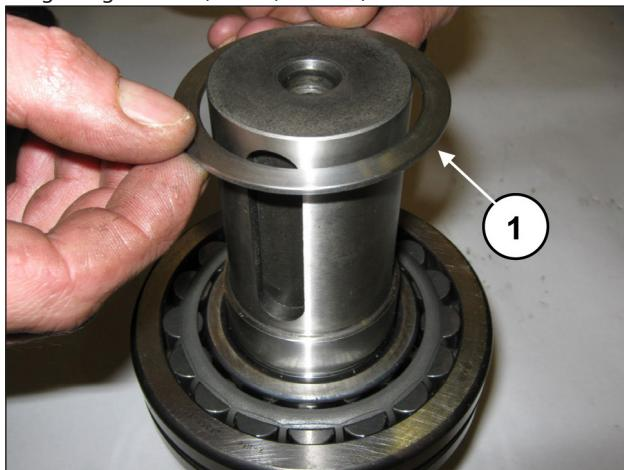
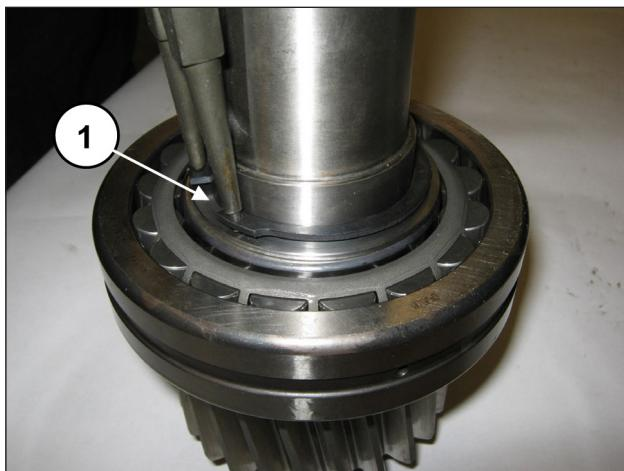

Abb. 85
Abb. 86
Setzen Sie den Stützring des Lagers (Pos. ①, Abb. 85) und den Seegerring Ø55 ein (Pos. ①, Abb. 86).